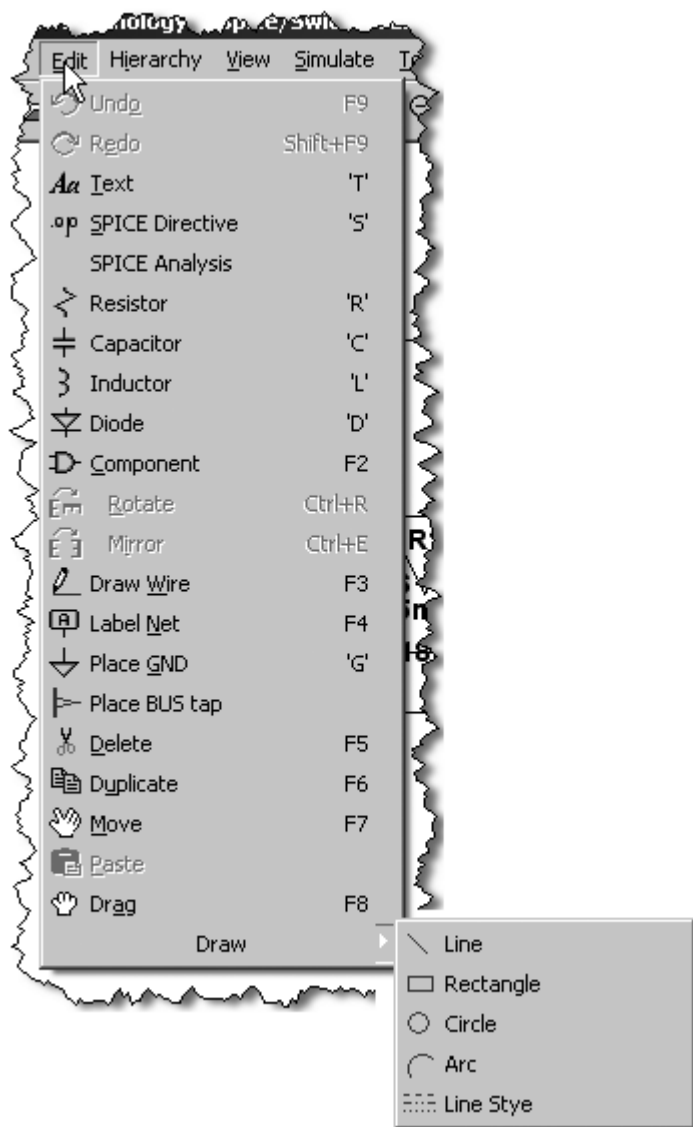

Рис. 5.3. Меню Edit
- **Edit** (Редактировать) — служит для редактирования схемы и содержит следующие подпункты (рис. 5.3):